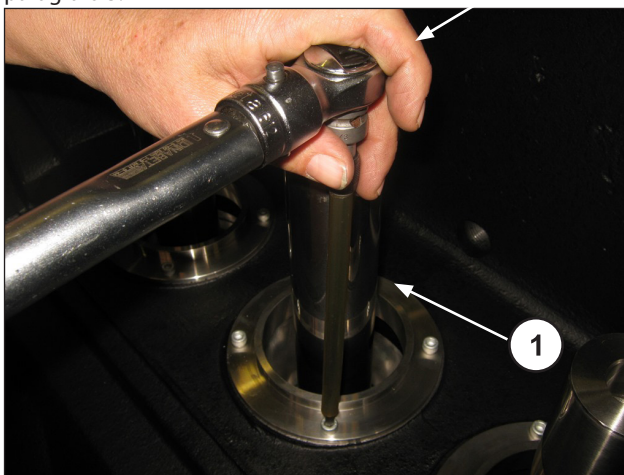

Fig. 161
Aperte os quatro parafusos M6 (pos. ①, Fig. 161) com chave dinamométrica, calibrando-os conforme indicado no parágrafo 3.